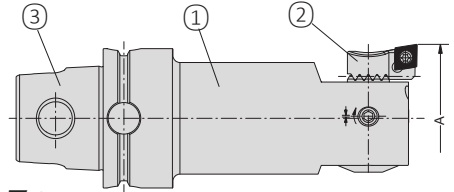

图 1
- 精镗刀具配有 KM..TS 接口与机床相连③（图 1）。